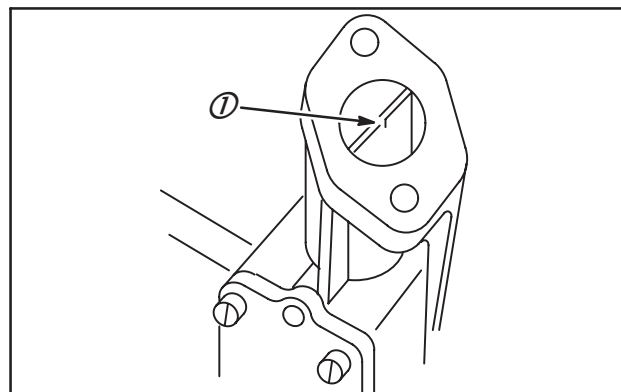

Fig. 83
Lors de la pose de l'hélice, l'extrémité doit être en retrait d'environ 0,8 mm par rapport à la face du carburateur (1), l'hélice doit être parallèle à la surface de montage du réservoir d'essence, Fig. 83.